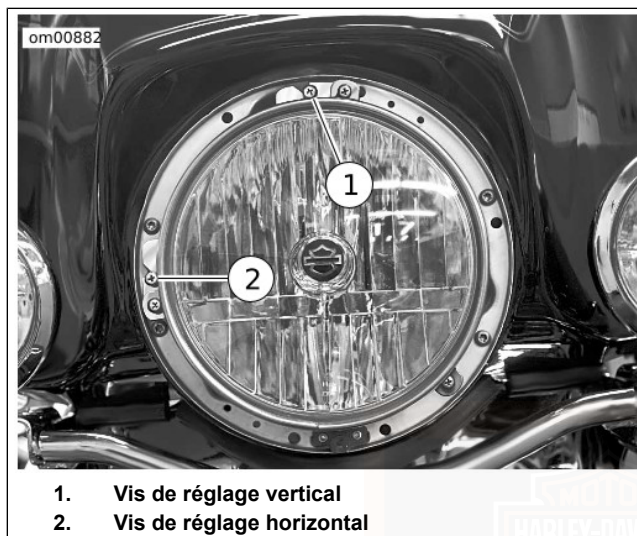

Figure 64. Réglage du phare : FLHT, FLHX, FLHTC, FLHTCU, FLHR et FLHRC
2. Voir Figure 64. Régler le faisceau.
- a. **Horizontal** : Tourner la vis de réglage vertical (1) pour régler le phare verticalement.
- b. **Vertical** : Tourner la vis de réglage horizontal (2) pour régler le phare horizontalement.